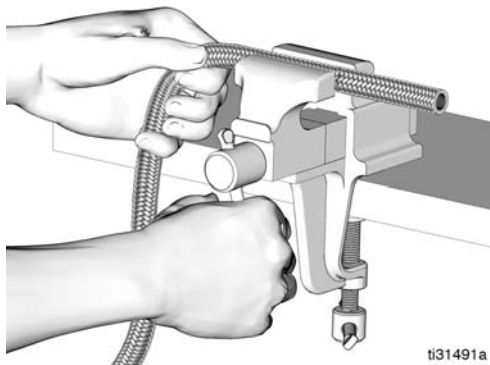

Рис.56
1. Зафиксируйте конец шланга в тисках (Рис.56).